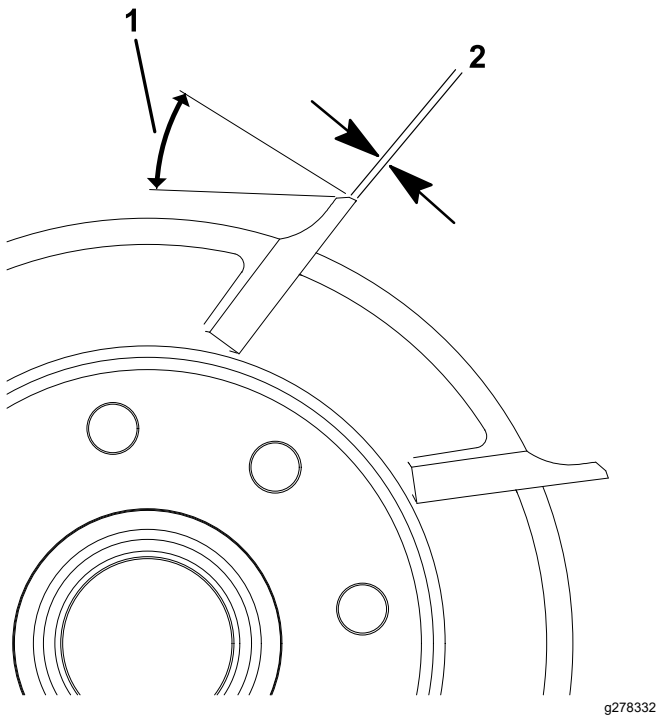

Figure 23
- 1. Créez un angle de dépouille de 30° sur toutes les lames du cylindre jusqu'à obtention d'une facette de 0,8 mm de largeur (Figure 23).